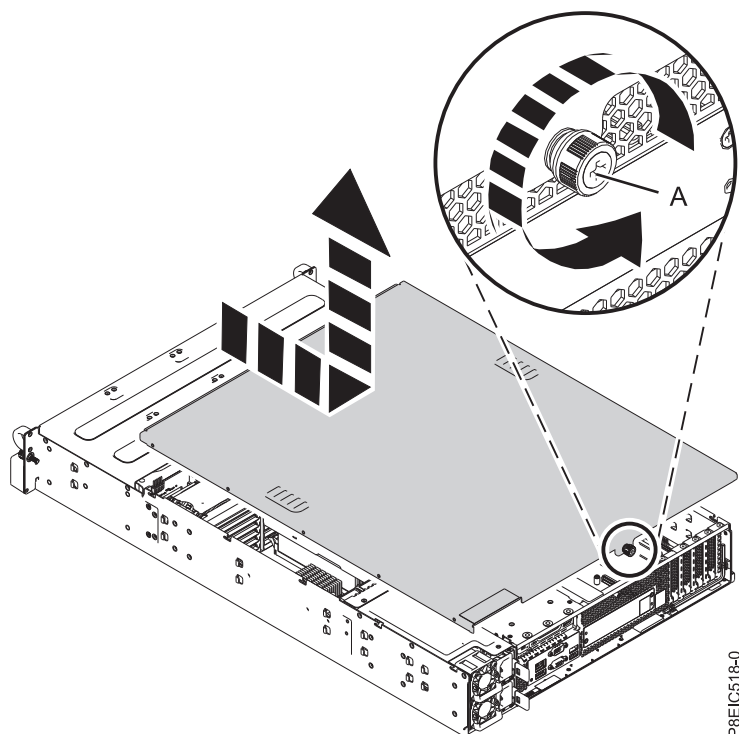

Figure 50. Retrait du capot d'accès
1. A l'arrière du système, desserrez la vis du capot (A) qui permet de fixer le capot au châssis. Voir figure 50.